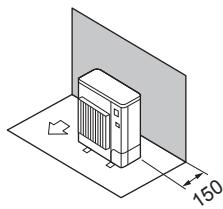

Fig. 2-7
① Yalnızca arkadaki engeller (Fig. 2-7)